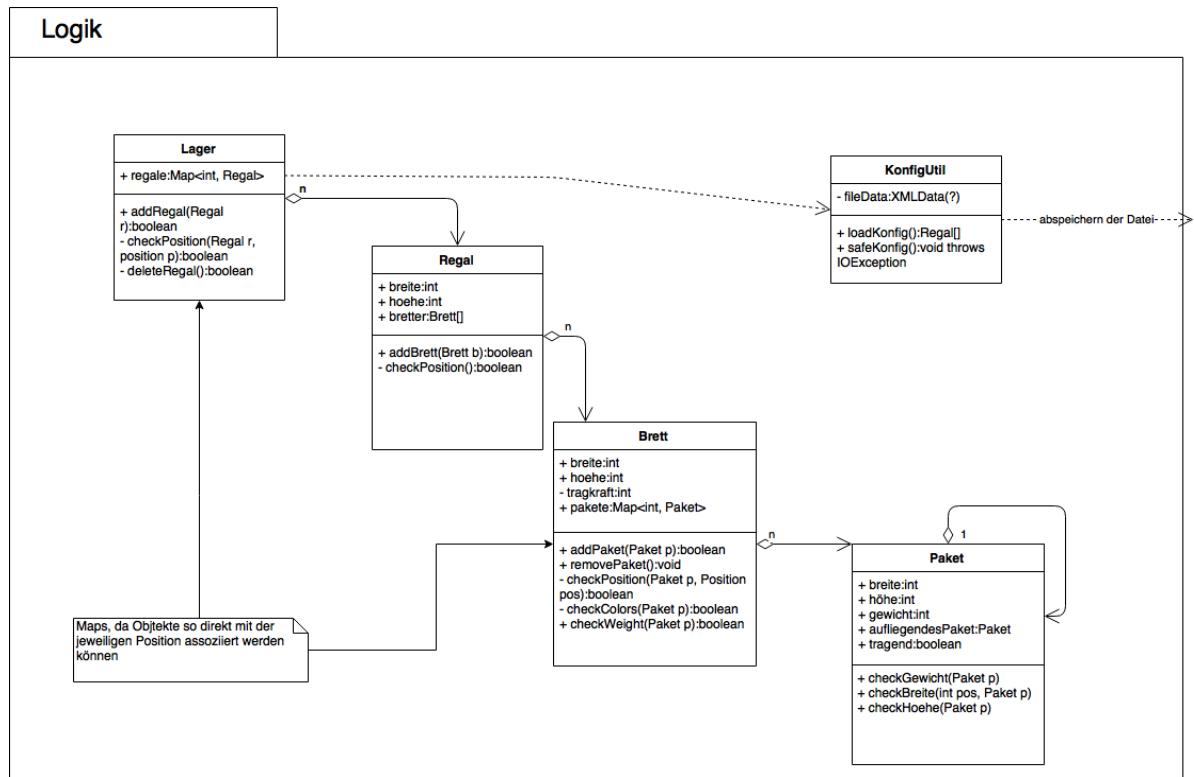

Abbildung 3: Logik: Detailsicht, UML-Diagramm
1.1.3. Logik: Detailsicht (Abb. 3)